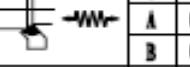

**Рис. 23**
3. Ослабьте стопорный винт (С, Рис. 23) на гитаре станка.
4. Переместите гитару станка (D, Рис. 23) вправо.
5. Открутите гайки (Е, Рис. 23) от ходового винта или квадратные гайки (Е, Рис. 23) от винтов гитары станка, чтобы снять шестерни.